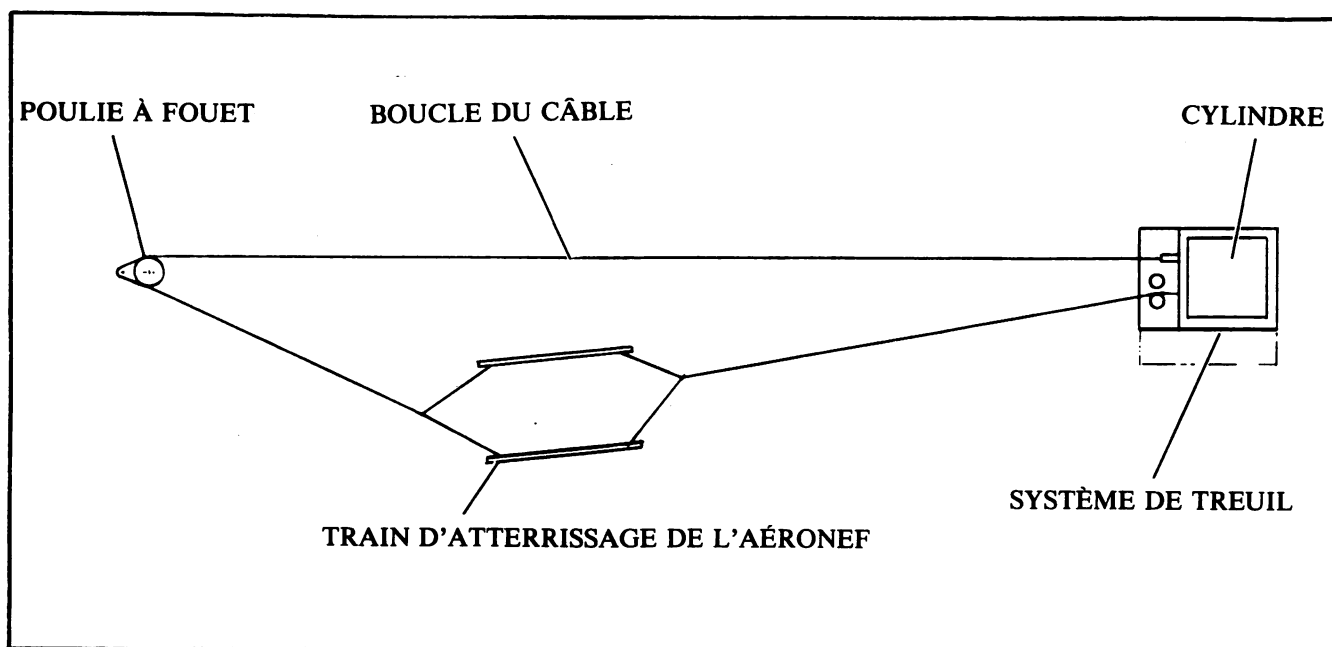

Figure 3-12 Plan du système
**3-8-1 Principe de fonctionnement:** (se reporter à la fig. 3-12)